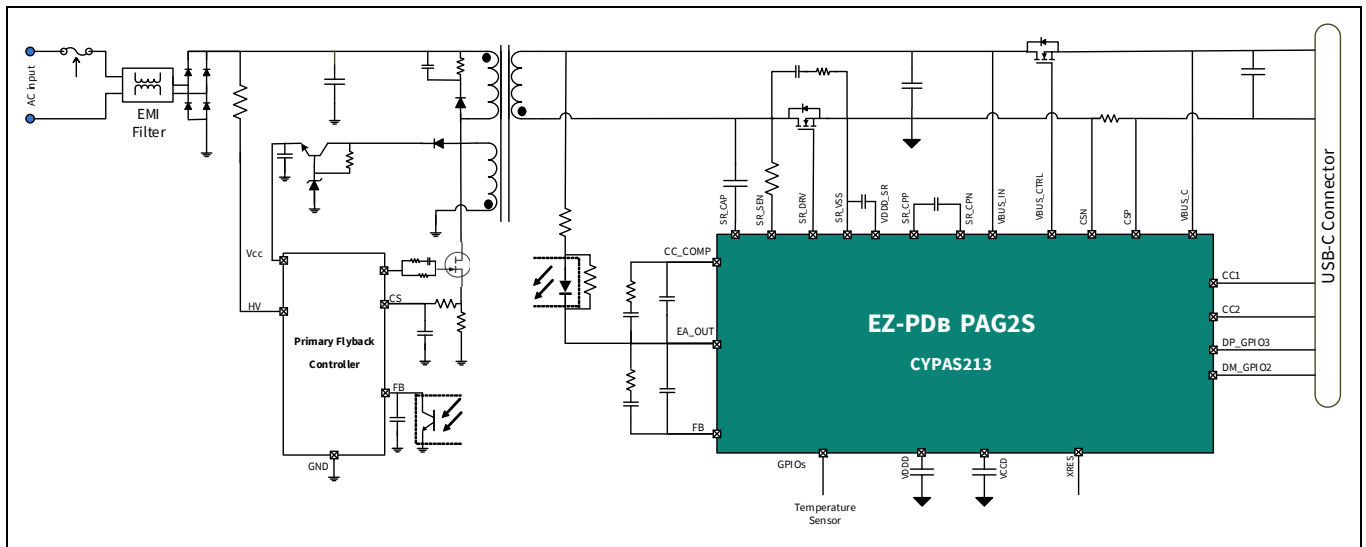

Figure 1 一次側フライバック制御付き USB PD アダプタ
Figure 1 に、一次側制御の同期フライバックシステムを実装した電源アダプタのアプリケーション図を示します。このシステムでは、EZ-PD™ PAG2S-PS は内部誤差アンプ (EA) を利用し、二次側からフィードバックを受け取って、オプトカプラのような絶縁バリアを介して一次側コントローラーに渡します。一次側コントローラーは、標準的なフライバックコントローラーが使用できます。このトポロジでは、EZ-PD™ PAG2S-PS は二次側整流、充電プロトコル制御、および故障保護という 3 つの主要な機能を備えています。
EZ-PD™ PAG2S-PS は、定電圧動作モードと定電流動作モードの両方で二次側出力の検出とフィードバックを行う 2 個の誤差アンプブロックを内蔵しています。誤差アンプの出力は、外部オプโตカプラを流れる電流の調整に使用できます。誤差アンプの負入力フィードバック (FB) ピンであり、正入力内部電圧リファレンスです。FB ピンの電圧は、所望の VBUS 出力を達成するように内部電流ソース / シンク IDAC を使用して変更できます。アプリケーション図 (Figure 1) に示すように、FB ピンと EA_OUT ピンの間に外部補正ネットワークが必要です。定電流動作モードでは、機能ブロック図に示すように、内部ローサイド電流検出アンプ (LSCSA) の出力が独立した誤差アンプに供給されます。Figure 1 に示すように、定電流モードにおけるレギュレーションには、CC_COMP_GPIOx と EA_OUT の間に外部補正ネットワークが必要です。EZ-PD™ PAG2S-PS の誤差アンプは、USB PD の PPS EPR 仕様で要求されるように、3.3V ~ 28V の定電圧レギュレーションおよび 1A ~ 5A の定電流レギュレーションが可能です。